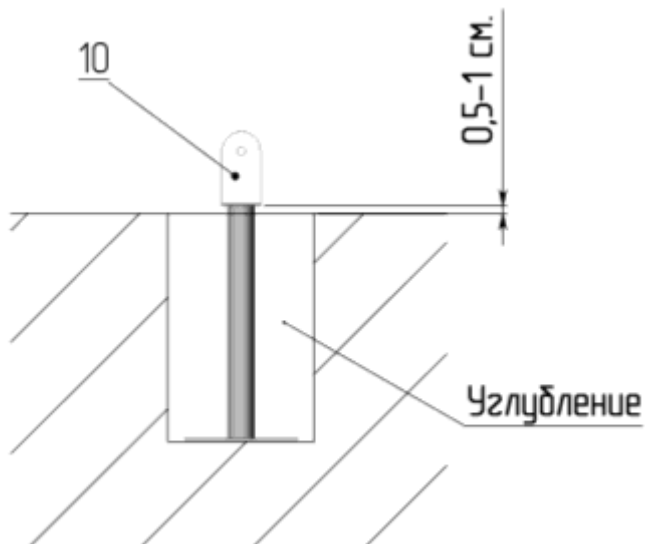

Рисунок 3
6.5.1. На отмеченных участках необходимо вырыть ямки 200х200 глубиной 300 мм. для установки опор поз.10. глубина ям должна быть такой, чтобы при установке в них опор поз.10 были соблюдены условия приведенные на рис.3.